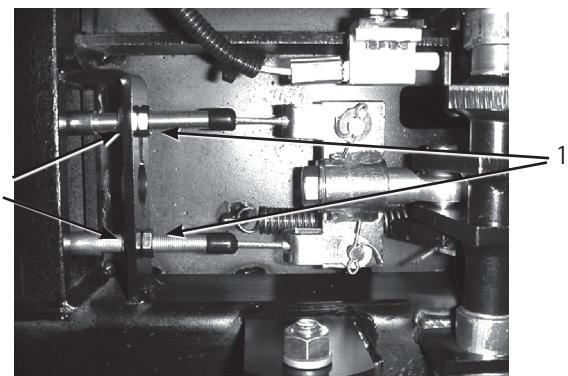

図47
5. ブレーキ・ケーブルの車両前端側にある前ナットをゆるめる(図47)。
6. 後ナットを均等に締めて、ブレーキ・ペダルの遊びを 1~2 cm に調整する(図47)。